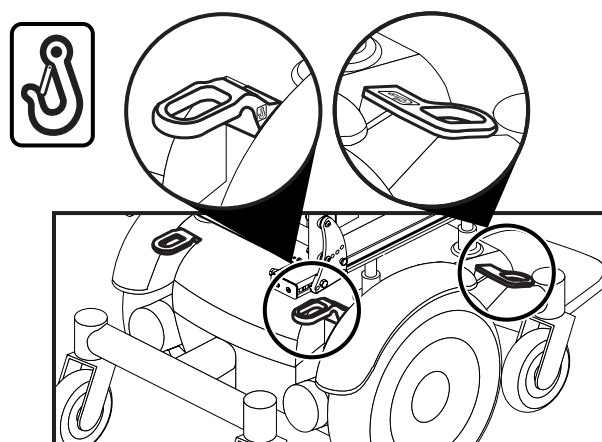

Figure 6. Support d'ancrage système transport
- Fixez les quatre (4) courroies aux points d'ancrage désignés et identifiés par le symbole d'ancre sur le fauteuil motorisé. **Voir les figures 6 et 7.** Serrez-bien les courroies pour retirer le jeu excessif.